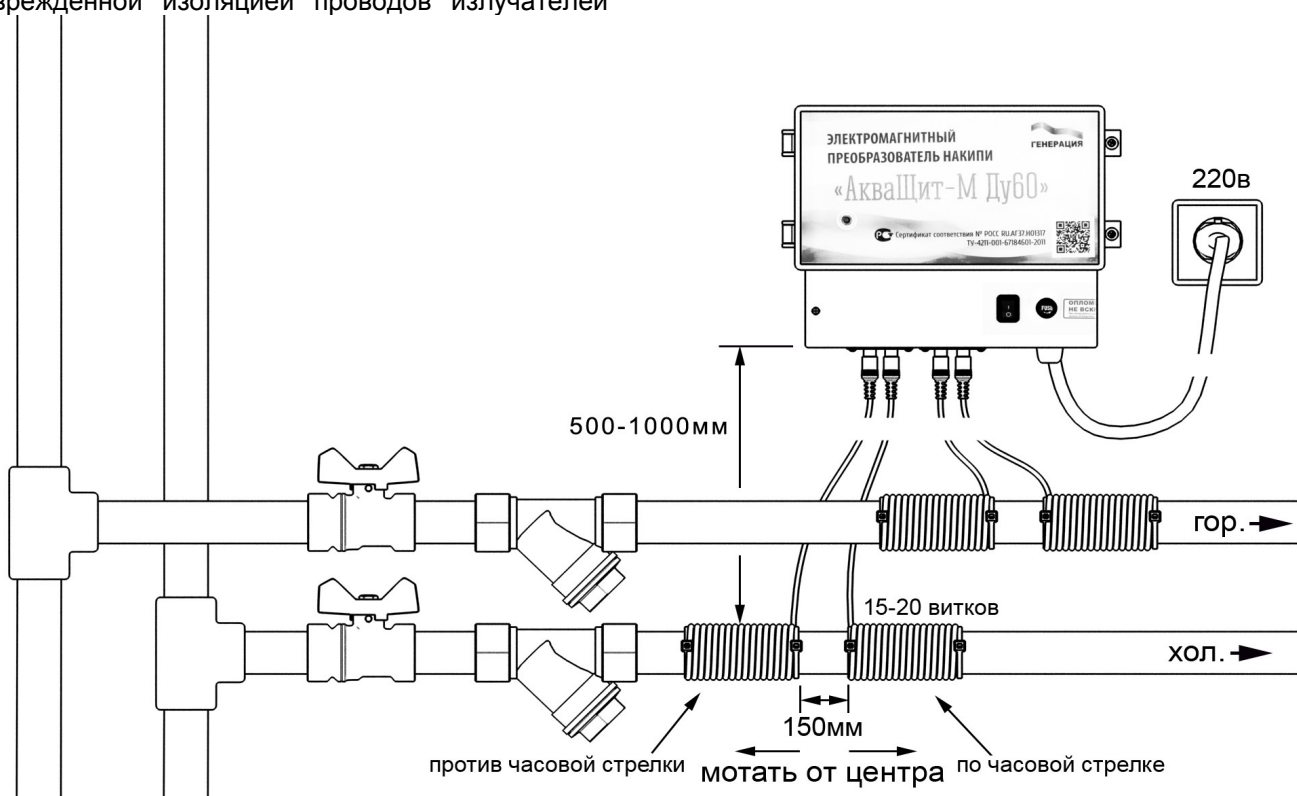

Рисунок 1 Условная схема монтажа прибора и проводов-излучателей.
5.1.1. Наматывать провода-излучатели на трубопровод выдержав расстояние между катушками – 150 мм, **причем направление навивки проводов-излучателей первой и второй обмоток должны быть противоположными (по часовой и против часовой стрелки)**. Намотку проводов излучателей выполнить плотно (виток к витку), начало и конец проводов закрепить пластиковыми стяжками или ПВХ изоляцией (см. Рис.1).